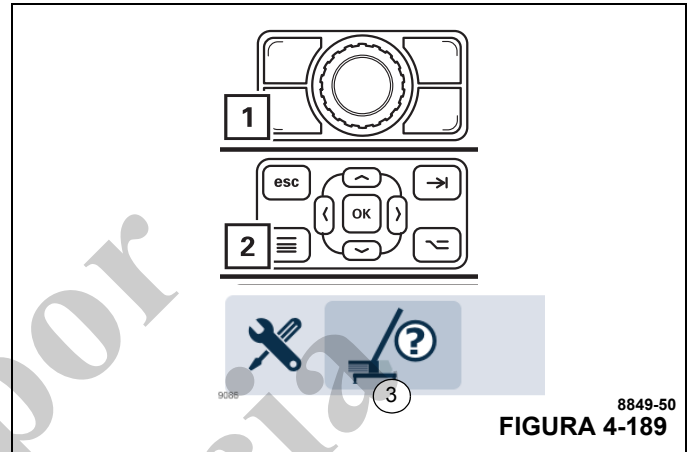

FIGURA 4-189
Si necesita corregir los valores, pulse el botón (1, Figura 4-189) o (2) y abra el menú de introducción del modo de aparejo (3).